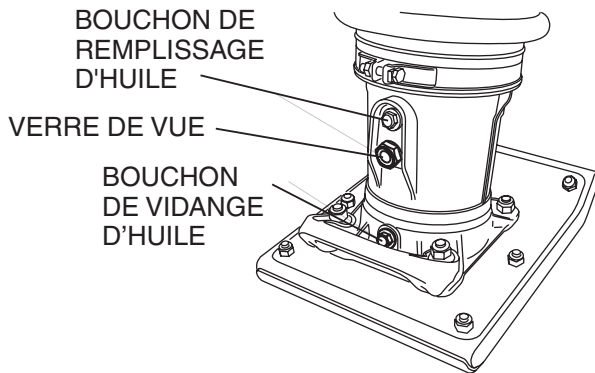

Figure 3. Regard de niveau d'huile du boîtier du pied
1. Vérifier le niveau d'huile par le regard de niveau d'huile (Figure 3) à l'arrière du pied compacteur.
2. Si l'huile n'est pas visible, ajouter du 10W-30 SE, SF ou de l'huile moteur de qualité supérieure dans l'ouverture de remplissage d'huile (Figure 3). Le bain contient environ 1,7 pintes (800 ml.)